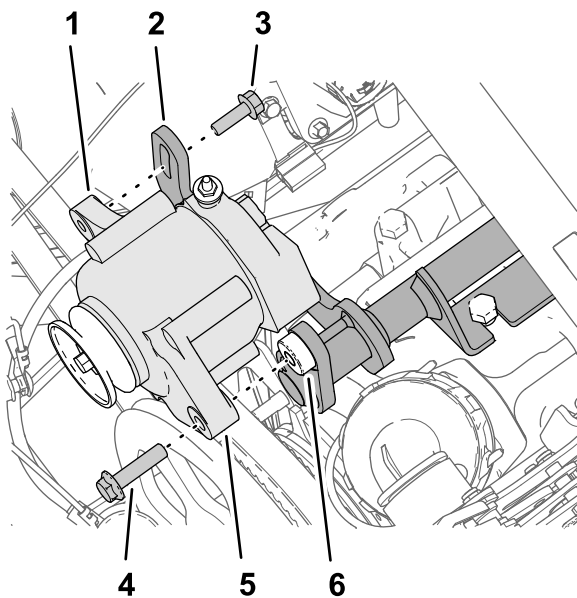

Figura 181
1. Monte el alternador (60 A) en el saliente roscado del soporte del alternador (Figura 181) con el perno con arandela prensada ($\frac{3}{8}$ " x 1- $\frac{1}{2}$ ").
2. Sujete la pestaña roscada del alternador a la pestaña ranurada del soporte del alternador (Figura 181) con el perno con arandela prensada (8 mm x 25 mm).